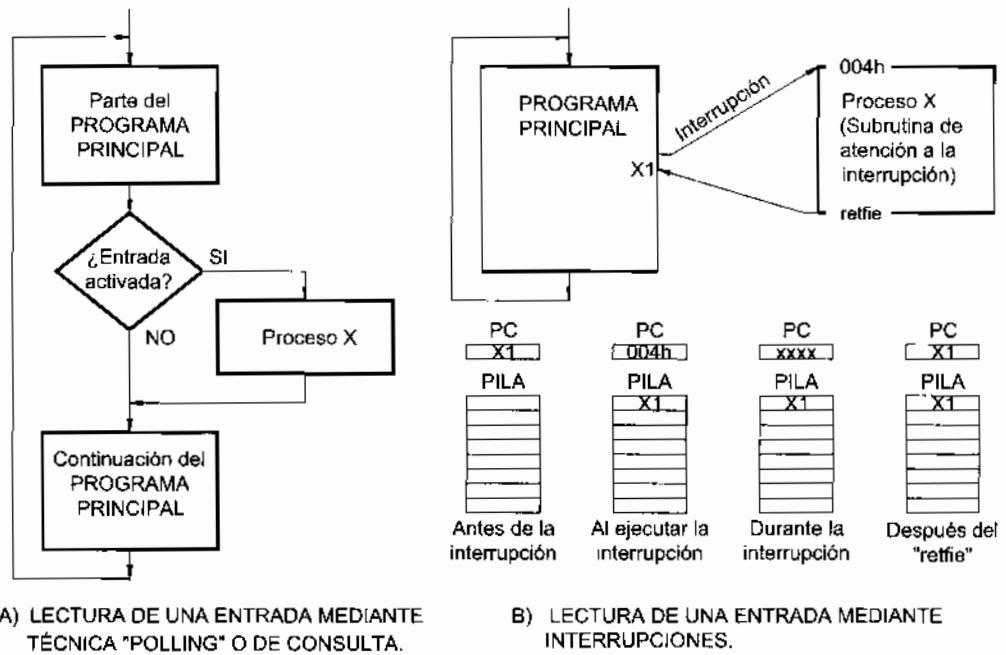

Figura 17-2 Funcionamiento de la técnica Polling frente a las Interrupciones
La figura 17-2(A) muestra el diagrama básico de funcionamiento de esta técnica. Aunque éste es el método más sencillo para leer una entrada presenta el inconveniente de una pérdida de eficacia, ya que el programa tiene que quedar encerrado en un bucle permanente que permita leer la entrada. Las desventajas de la técnica *Polling* son:
Una **interrupción** consiste en un mecanismo por el cual un evento interno o externo puede interrumpir la ejecución de un programa en cualquier momento. A partir de entonces se produce automáticamente un salto a una **subrutina de atención a la interrupción**, ésta atiende inmediatamente el evento y retoma luego la ejecución del programa exactamente donde estaba en el momento de ser interrumpido, continuando su tarea justo donde la dejó, tal como ilustra la figura 17-2(B). La interrupción tiene la característica de la inmediatez, nace de la necesidad de ejecutar una subrutina en el instante preciso y, por tanto, se considera su intervención urgente.
- 1º Salva el valor actual del contador de programa (PC) guardando su contenido en la pila, figura 17-2(B).
Hay un único **vector de interrupción** en la dirección 004h. Sea cual sea la interrupción, el contador de programa se carga con la dirección 004h, figura 17-2(B). A continuación debe comprobar los diferentes indicadores para saber cuál es el dispositivo que produce la interrupción y actuar según sea el caso.